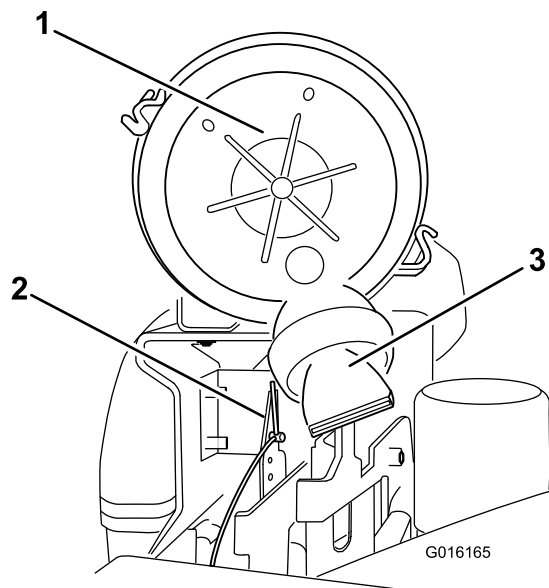

Figure 46
4. Placez le couvercle du filtre à air de sorte que le reniflard ne gêne pas le mécanisme d'accélérateur (Figure 46).